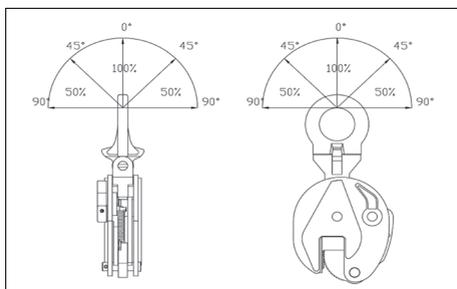

Fig. 9
- ⚠ BEMÆRK:** I tilfælde af vinklede træk skal arbejdsbelastningen reduceres i henhold til diagrammet i fig. 9.